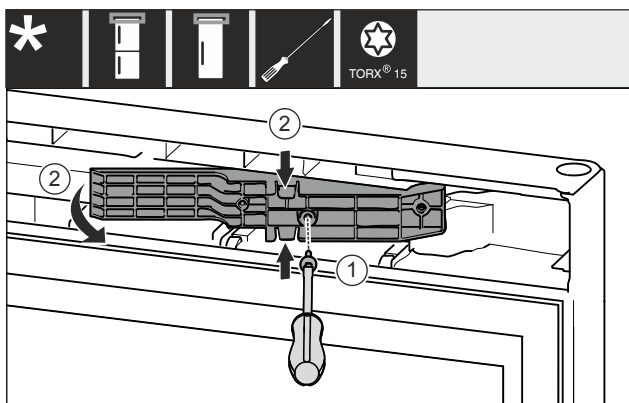

Fig. 12*
- ▶ Schrauben mit Schraubendreher T15 lösen. Fig. 12 (1)*
- ▶ Adapterstück herausziehen. Fig. 12 (2)*